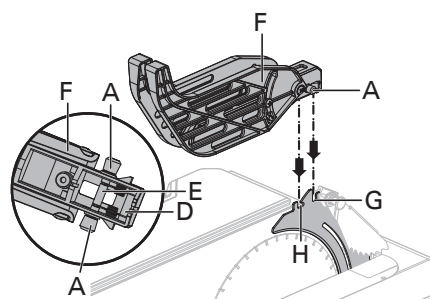

Fig. 9b
- Sujete y presione las perillas (A) hacia adelante en dirección a la parte frontal de la protección de la cuchilla. Coloque las clavijas (D, E) de la protección de la cuchilla (F) en las ranuras (G, H) indicadas en el separador (Fig. 9b).